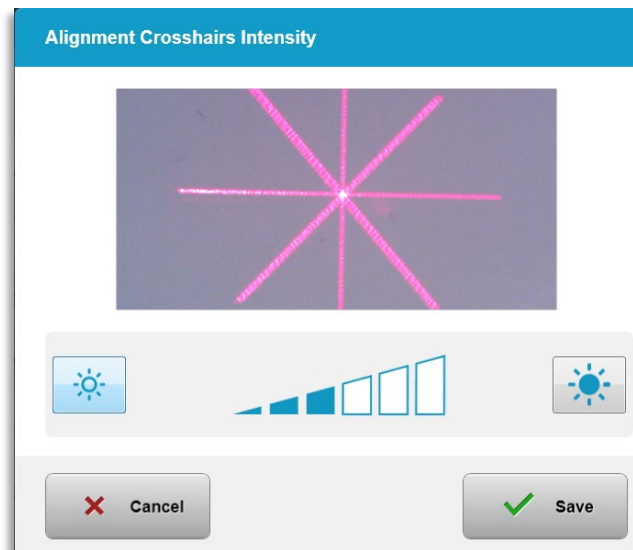

Figura 3-55. Intensidad de retícula de alineación
- o Seleccione "Intensidad de la retícula de alineación" (Alignment Crosshairs Intensity) en el menú Configuración del sistema (System Settings) para modificar el brillo de la retícula de alineación. Aparecerá la pantalla mostrada en la figura 3-55.